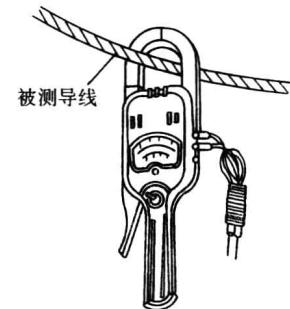
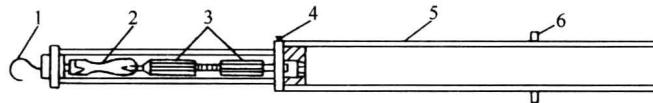

图 2-1 钳形电流表
图 2-2 高压验电器的结构
(1) 绝缘电阻表 目前使用的绝缘电阻表有两类，一类是传统的手摇发电机式，另一类是半导体电子式。它的主要功能是用来测量线路或导线电缆、电器或电气设备、绝缘材料的绝缘电阻的，因为绝缘电阻的单位是 $M\Omega$ 。
(2) 万用表 目前使用的万用表主要有指针式和数字式两种，其主要功能是测量交直流的电压、电流、直流电阻，有的万用表还可用来测量电容、电感、晶体管放大倍数、电平、温度、频率等参数。
(3) 钳形电流表 目前使用的钳形电流表有指针式和数字式两种，主要功能是在不断开回路的条件下测量交流回路的电流，有的还能测量交流电压。它是由可开口的电流互感器和表头组成的，如图 2-1 所示。
(4) 接地电阻测试仪 目前使用较多的接地电阻测试仪有手摇发电机式和半导体电子式。它的主要功能是用来测量接地装置的接地电阻或者测量土壤电阻率以及数值较小的电阻的阻值。
(5) 半导体点式温度计 它是一种常用的携带式测温仪表，主要由半导体热敏电阻、测量电路及数字显示机构组成，主要用来测量开关触头、接线点、电气设备外壳、导线以及有关电器的工作温度，一般测量范围为 $0 \sim 150^\circ\text{C}$ 。使用方法简单，只将探测头置于被测点并用保温物包裹好，打开电源开关，表头即显示温度的数值。使用时，被测物有电时应先将电源断开，然后立即测量，热惯性一般不会影响数值的准确。
(6) 高压验电器 高压验电器的结构如图 2-2 所示，其中指示装置是用绝缘材料制成的空心管，管的一端为金属制成的触头，管内装有氖灯和一组电容器，末端是一金属接头，以便和支持装置连接。支持装置用绝缘材料制成，并分为绝缘部分和手握部分，中间有隔离环。